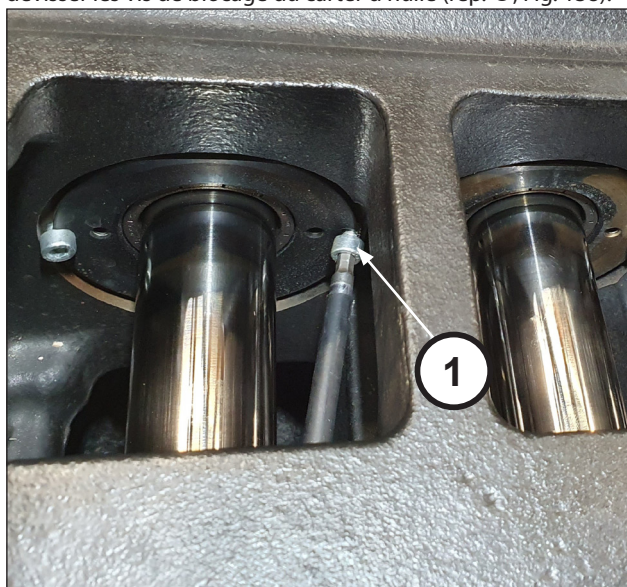

Fig. 138
dévisser les vis de blocage du carter d'huile (rep. ①, Fig. 138).